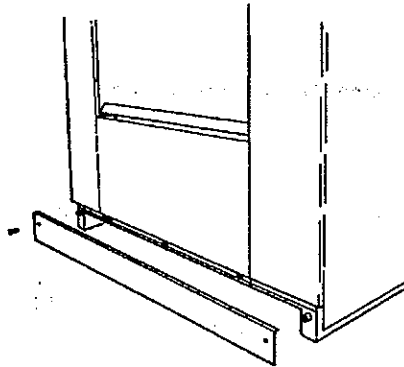

fig. 12
- Assemble the toe plate (*fig. 12*). This piece is shipped disassembled. The fixing screws are secured in the toe plate fixing brackets.
- Montar el zócalo frontal (*fig. 12*). Esta pieza se envía desmontada del resto de la máquina. Los tornillos de fijación están atornillados en los soportes de fijación del zócalo.
- Monter le socle frontal (*fig. 12*). Cette pièce est envoyée démontée du reste de la machine. Les vis de fixation sont vissés sur les supports de fixation du socle.
- Assemble the front toe plate (*fig. 12*). This piece is shipped disassembled. The fixing screws are secured in the toe plate fixing brackets.